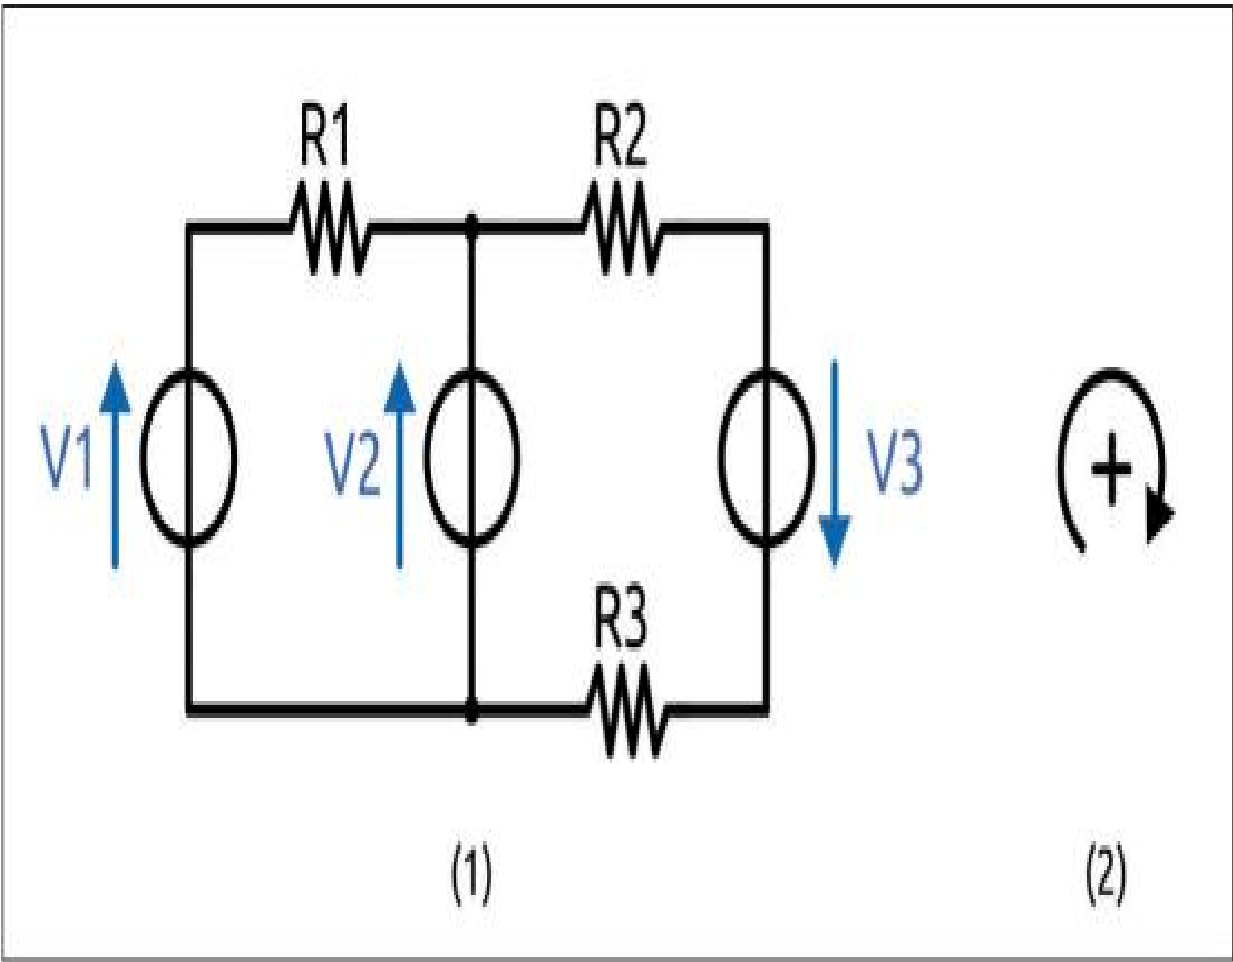

Figura 1.14 – Circuito formado por generadores y resistencias (1); la convención que se debe utilizar para las tensiones (2).
Consideremos el circuito de la figura 1.14, formado por varios generadores y alguna resistencia.
Antes de reflexionar acerca del circuito, debemos definir una convención para las tensiones. Normalmente se elige un sentido de rotación, como se ve en la figura 1.14 (2). Una vez elegida una malla, todas las tensiones que se orientan como en la convención escogida se considerarán positivas. Los sentidos de las tensiones los elegimos a nuestro gusto, pero habitualmente se intenta seguir la convención para generadores y dipolos pasivos.